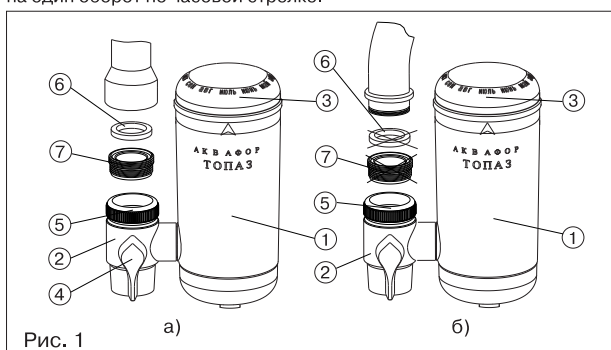

Рис. 1
- для удобства монтажа поверните модуль (1) относительно переключающего клапана (2) на один оборот против часовой стрелки и аккуратно выньте модуль (1);
- выверните пластмассовый резьбовой переходник (7) из узла подключения (5) переключающего клапана (2);
- если кран имеет внутреннюю резьбу, то вверните в него пластмассовый резьбовой переходник (7) с уплотнительной шайбой (6), затем на пластмассовый резьбовой переходник (7) наверните узел подключения (5) переключающего клапана (2) (рис. 1а);
- ВНИМАНИЕ!** Возможно при использовании резьбового переходника (7) будет необходимо поменять местами уплотнительную шайбу, находящуюся в узле подключения (5) и уплотнительную шайбу (6).
- если кран имеет наружную резьбу, то наверните на кран узел подключения (5) переключающего клапана (2) (рис. 1б);
- расположите модуль (1) вертикально и аккуратно вставьте его до упора в переключающий клапан (2), после чего поверните модуль (1) на один оборот по часовой стрелке.